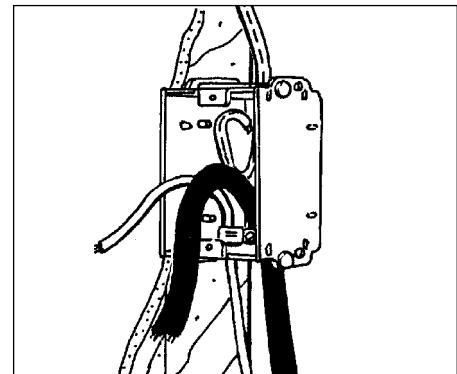

Figura 4
3. Corte el exceso de longitud de los cables del circuito derivación de fuente, fuente, cable toma corriente y sensor de temperatura, como sea necesario, dejando 6" (15 cm) de proyección desde la caja de conexiones eléctricas (ECB). Consulte figura 4. La mayoría de los